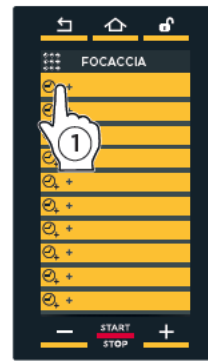
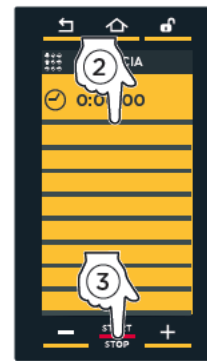

fig. M8
fig. M9
- ① Ta på symbolet "+" på skjermbildet (fig. M8).
- ② Dra markøren eller bruk knappene **-** **+** for å angi ønsket verdi.
- ③ Bekreft ved å trykke på tasten "START/STOP" (fig. M9).